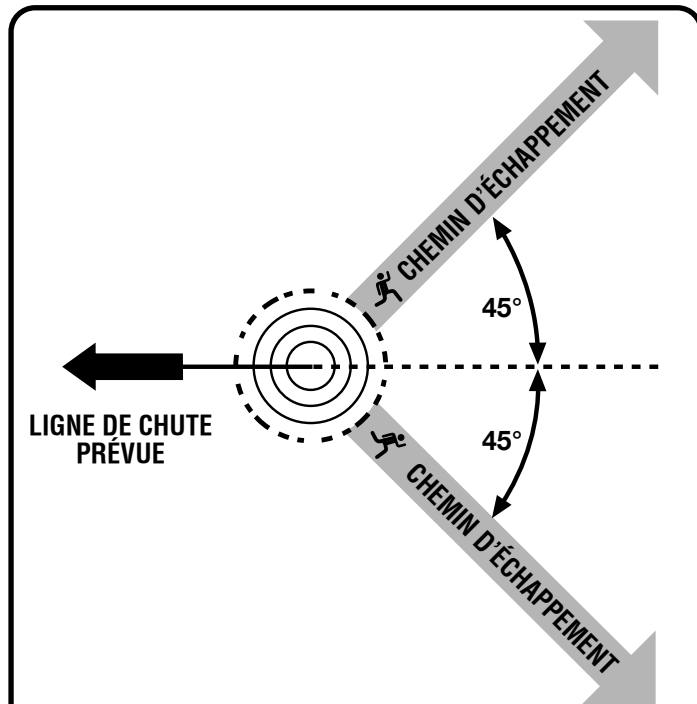

Fig. 13
Voir la figure 13.
Voir les figures 13 à 16.
- Avant de commencer une coupe, déterminer un chemin d'échappement (ou plusieurs au cas où le chemin prévu serait bloqué) débarrasser les environs immédiats et s'assurer qu'aucun obstacle se trouve sur le chemin d'échappement prévu. Les trajectoires sécuritaires du chemin d'échappement doivent se situer à l'arrière et en diagonale (45°) à l'arrière de la ligne de chute prévue. Lorsque l'arbre commence à tomber, il faut s'écarter de la ligne de chute et suivre le chemin d'échappement et s'éloigner d'au moins 6 m (20 pi) du tronc au cas où l'arbre rebondirait sur la souche. *Voir la figure 13.*